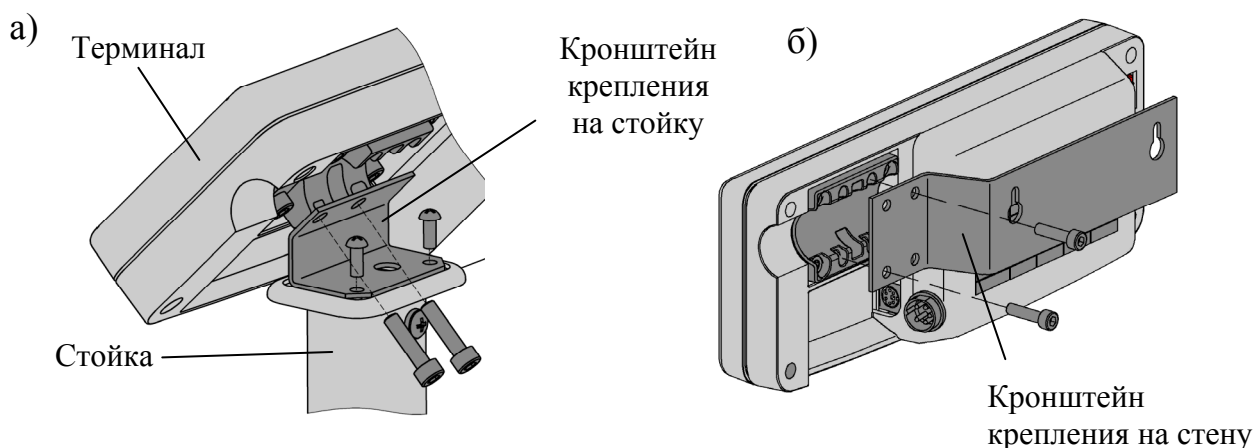

Рис. 4.1 - Установка терминала А.W/4D на стойке (а), на стене (б)
4.1.3.1 Ввернуть антенну в корпус терминала АВ.W/4D (терминал А.W/4D содержит внутреннюю антенну). Установить терминал в удобное для работы оператора положение. Терминал может быть установлен на стойке, столе или стене (вариант крепления терминала А.W/4D приведен на Рис. 4.1).
4.2.2.1 Установить терминал в удобное для работы оператора положение. Терминал может устанавливаться на стойке, столе или стене (см. Рис. 4.1).